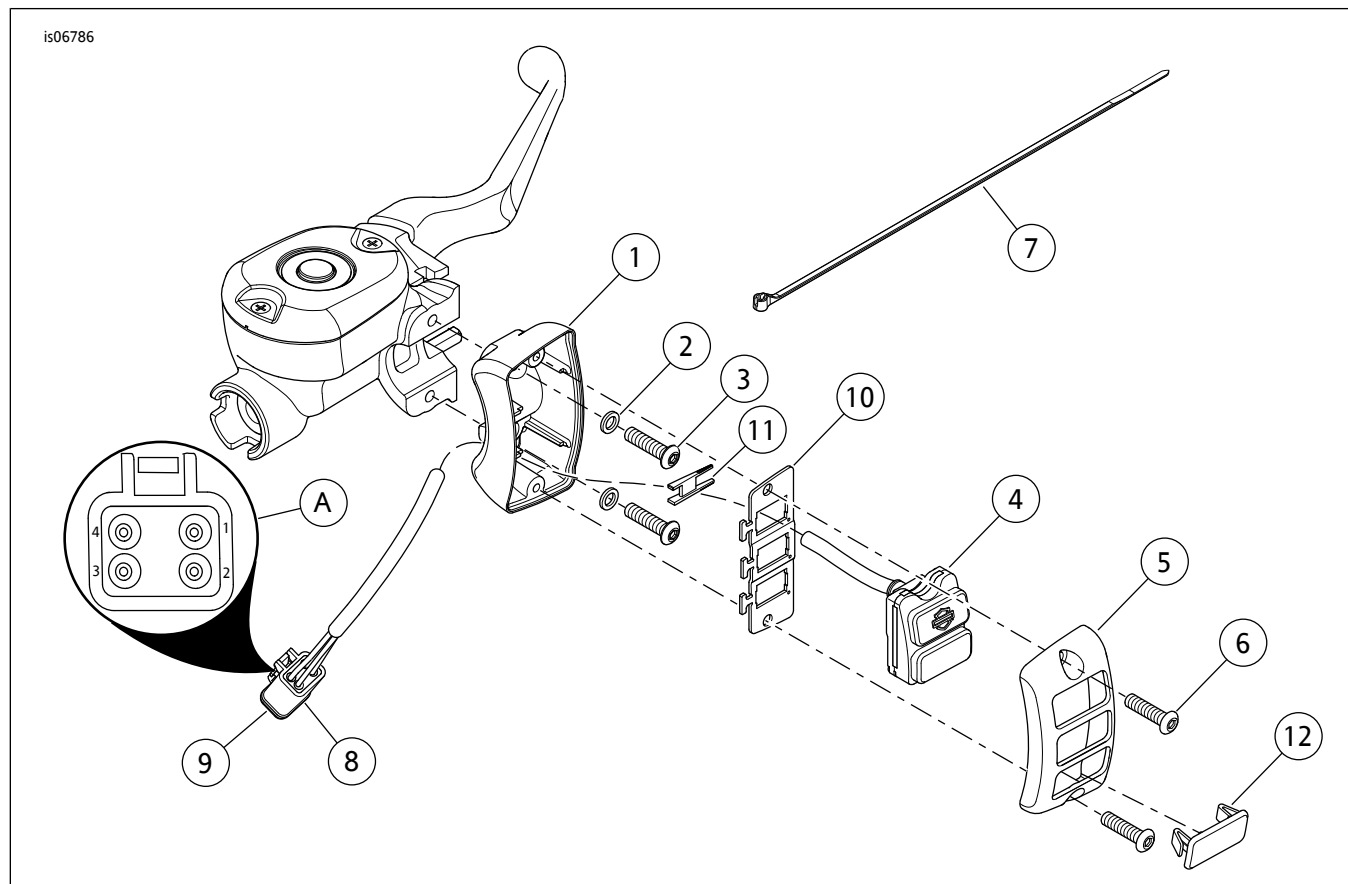

图3。维修零件：数字式挡位指示器
参见图3和表1。
3. 参见图3。安装挡位指示器下部壳体(1)、垫圈(2)和螺丝(3)。拧紧螺丝至8-9 N·m(60-80 in-lbs)。
6. 参见图3。布设挡位指示器的电线线束，使其穿过下部壳体(1)底部的孔。
12. 参见图3。按照以下方式，将线束上的三个插针安装到4通道插座盒(A)：